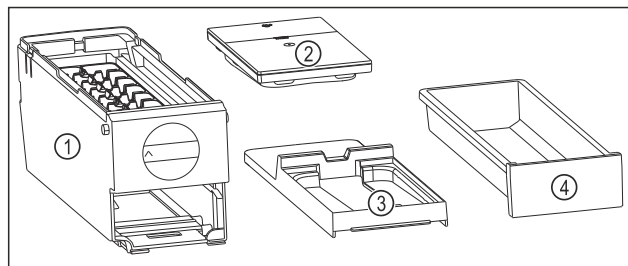

Fig. 80 Componentes del EasyTwist-Ice
- El EasyTwist-Ice está desmontado en cuatro piezas. (consulte Fig. 80)
- Desmontar el EasyTwist-Ice solo en los componentes mostrados. (consulte Fig. 80)
- Limpiar el cuerpo del EasyTwist-Ice Fig. 80 (1) en su totalidad.